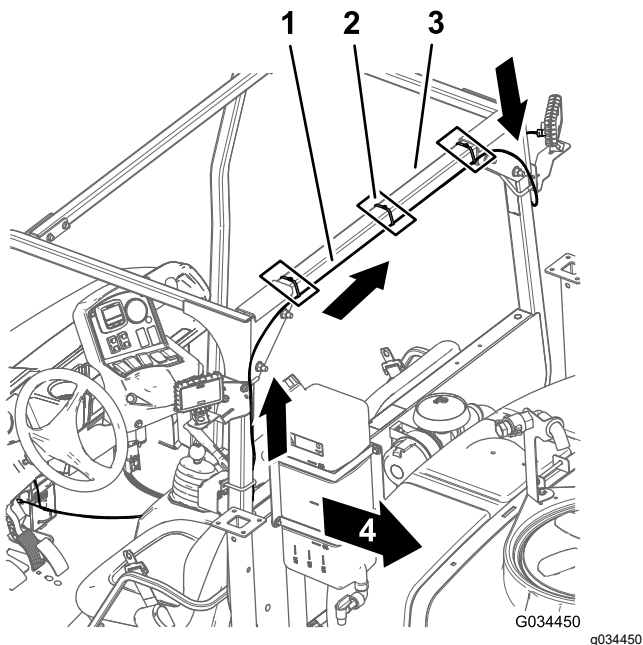
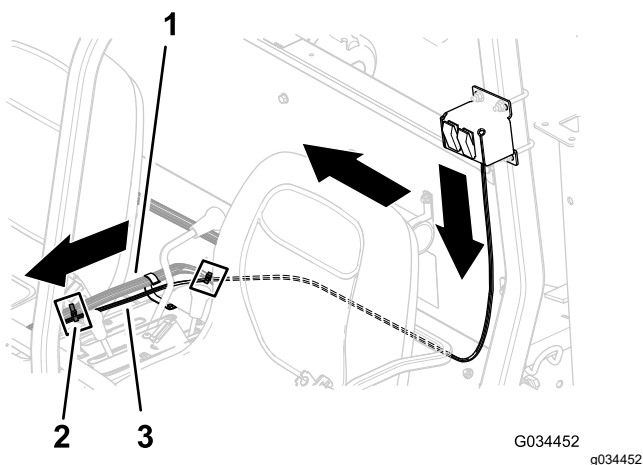
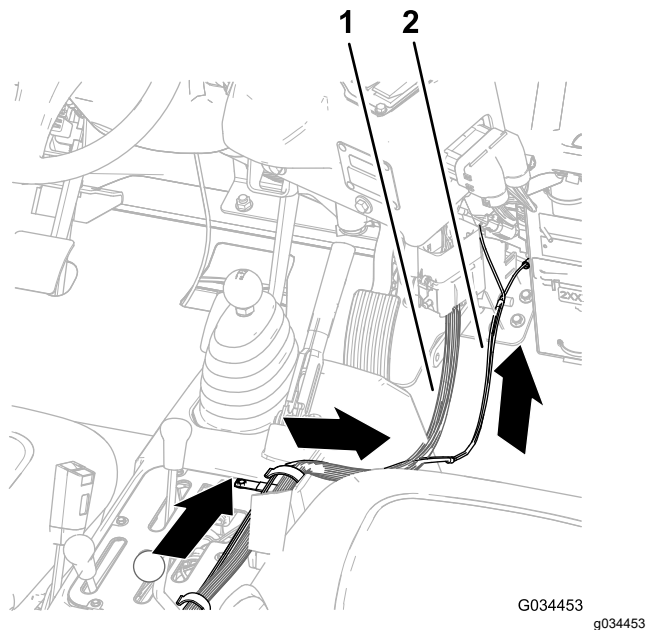

図 16
図 17
図 18
1. 図 16 に示すように、スイッチから、2 ソケットコネクタがついている枝線を上に延ばして、ROPS の水平部材の裏側を這わせるように配設する。
2. 図 17 に示すように、スイッチから、ソケット端子とリング端子のついている枝線を下に延ばして、運転席後方へ配設する。
3. センターコンソールで、後部作業用ライトキットのワイヤハーネスを、スプレーヤのワイヤハーネスに沿って前方のヒューズブロックへ向けて配設する図 17 と図 18。
4. ケーブルタイを使って、後部作業用ライトキット用ワイヤハーネスをスプレーヤ用ワイヤハーネスに図 16 と図 17 に示すように固定する。